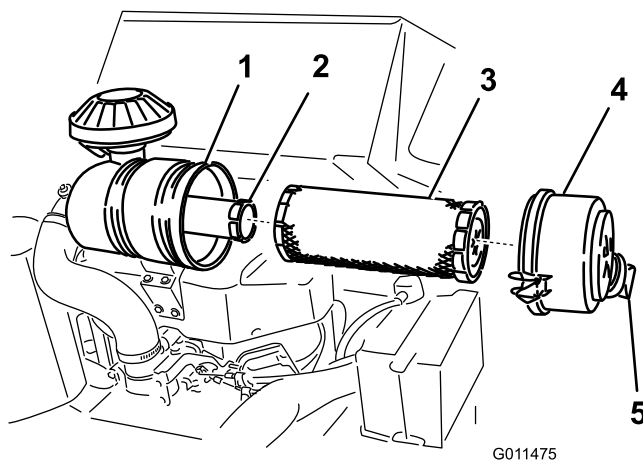

Figura 30
3. Rilasciate i dispositivi di fermo del filtro dell'aria e togliete il coperchio dal corpo del filtro (Figura 30).
1. Estraiete con cautela il filtro primario dal corpo del filtro dell'aria (Figura 30).
4. Se sostituite il filtro di sicurezza, fate scorrere delicatamente il nuovo filtro nel corpo del filtro (Figura 30).
5. Montate con cautela il filtro primario sul filtro di sicurezza (Figura 30).
6. Montate il coperchio del filtro dell'aria con il coperchietto antipolvere orientato come illustrato nella Figura 30, quindi fissate i dispositivi di fermo.